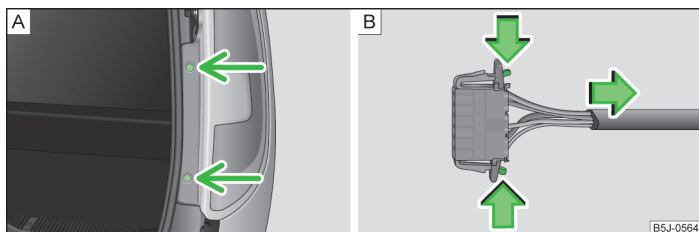

Fig. 164 Demontarea blocului optic spate / detașarea conectorului
- » Deșurubați lampa » fig. 164 - **A**.
- » Separați fișa electrică » fig. 164 - **B**.